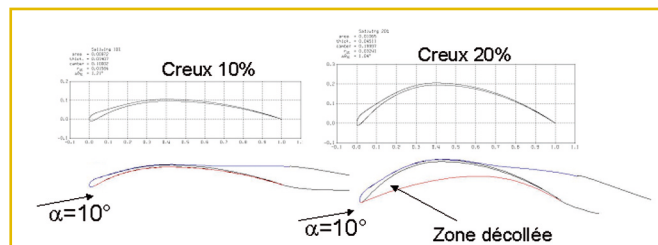
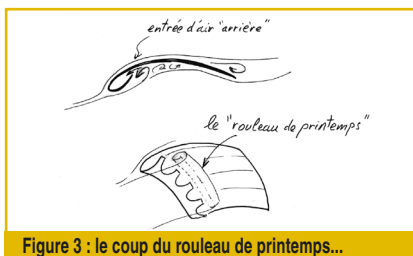

Figure 1 : profils creux 10 % et 20 %
Figure 3 : le coup du rouleau de printemps...
- plus ou moins creux, avec un bord d'attaque gonflé en goutte d'eau. Sur la Sailwing, ce bord d'attaque est "tenu" gonflé par des entrées d'air situées à l'arrière, peu courant en parapente (voir figure 3). Nous verrons plus loin un mécanisme possible pour expliquer ce fonctionnement (Figure 1).
On peut remarquer sur les photos de la voile que le profil semble nettement plus creux au voisinage des "quilles" de suspension que dans les zones gonflées entre ces quilles. Pour estimer les caractéristiques, on peut choisir 2 formes "génériques" différentes : l'une avec un creux de 10 % de la corde, l'autre avec un creux de 20 %. Ces deux formes sont présentées figure 1, ainsi
Suivant l'incidence des profils, au gonflage, ou en régime normal de vol, le décollement au bord d'attaque intrados peut expliquer la tenue gonflée du bord d'attaque. La figure 3 représente une coupe du profil et de son entrée d'air "arrière", ainsi qu'une visualisation en perspective de l'intrados d'une portion de l'aile, avec ses entrées d'air en demi-lune. En fait, le décollement à l'intrados génère probablement un tourbillon (les spécialistes appelleraient cela une "re-circulation") qui s'enroule sur lui-même et alimente l'entrée d'air par l'arrière. Une représentation 3D de ce type de turbulence lui donne un air de "rouleau de printemps" comme sur la figure. Suivant l'incidence et la turbulence, le bord d'attaque est plus ou moins bien gonflé, ce qui se décèle sur plusieurs photos. Lors du gonflage, l'incidence est telle que la turbulence d'intrados n'existe pas et le bord d'attaque n'est pas gonflé. Lors de la phase de vol, cette turbulence est établie et alimente en "bon air frais" le bord d'attaque. Voilà comment, bien avant les parapentes traditionnels, David Barish imaginait et démontrait la possibilité d'un bord d'attaque gonflé, sans entrée d'air face à l'écoulement. Revers de la médaille, ce principe suppose une zone de turbulence, qui augmente la traînée du profil. On ne peut pas tout avoir...